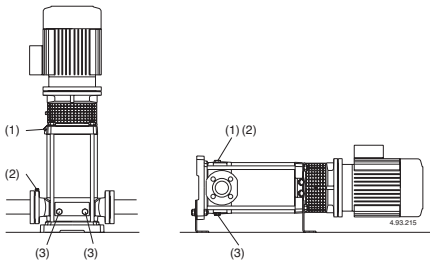

Fig. 4 (1) Llenado y purga
Con la **bomba por encima del nivel de agua** a elevar, (funcionamiento en aspiración, (**Fig. 3A**), o con una carga insuficiente, (inferior a 1 m) para abrir la válvula de retención, llenar el tubo de aspiración y la bomba a través del orificio (1) (**fig. 4**).
(2) Purga aspiración
(3) vaciado
Con el nivel de agua en aspiración por encima de la bomba, (funcionamiento bajo carga, fig. 3B), llenar la bomba abriendo lentamente y completamente la compuerta del tubo de llegada teniendo la compuerta de la impulsión abierta y también los agujeros de purga (1), (2) (fig. 4) para hacer salir el aire.
Cerrar los agujeros de purga (1), (2) (fig. 4), para MXV-B, MXV(L) 25-32-40 und MXV(L)4 25-32-40 Atornillar los tornillos tipo pasador (17.17) del tapón de vaciado (14.12) (fig. 4b), y cerre el orificio de purga (14.04).
Si se verifica una pérdida del cebado, (interrupción en el flujo de impulsión, estando las compuertas abiertas), o si se nota una oscilación de la presión indicada en el manómetro, repetir el purgado del lado aspiración (2) verificar que todas las juntas del tubo de aspiración estén perfectamente herméticas y cerrar el tornillo de cebado (2), y los tornillo de vaciado (3) en el lado de aspiración (fig. 4).
Posiblemente, como el caso de empleos temporales con líquidos sucios, hacer funcionar brevemente la bomba con agua limpia para remover los depósitos. O bien, después del vaciado proseguir con un lavado metiendo agua (al menos 40 litros) en el agujero de llenado (1) lado impulsión y dejándola salir por el agujero de vaciado (3) lado aspiración (fig.4).
Antes del desmontaje desconectar el cable de la caja bornes, cerrar las válvulas en aspiración e impulsión y vaciar el cuerpo bomba, (fig. 4)